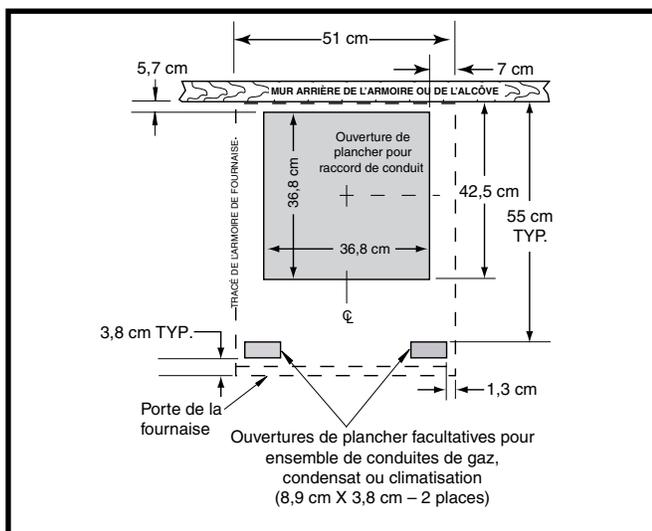

Figure 9. Dimensions de l'ouverture de plancher
- Mesurez à partir du mur arrière ou de l'alcôve et marquez la ligne centrale du trou dans le plancher. En utilisant la ligne centrale comme point de départ, tracez le reste du trou pour les conduits en fonction des dimensions montrées à la Figure 9.